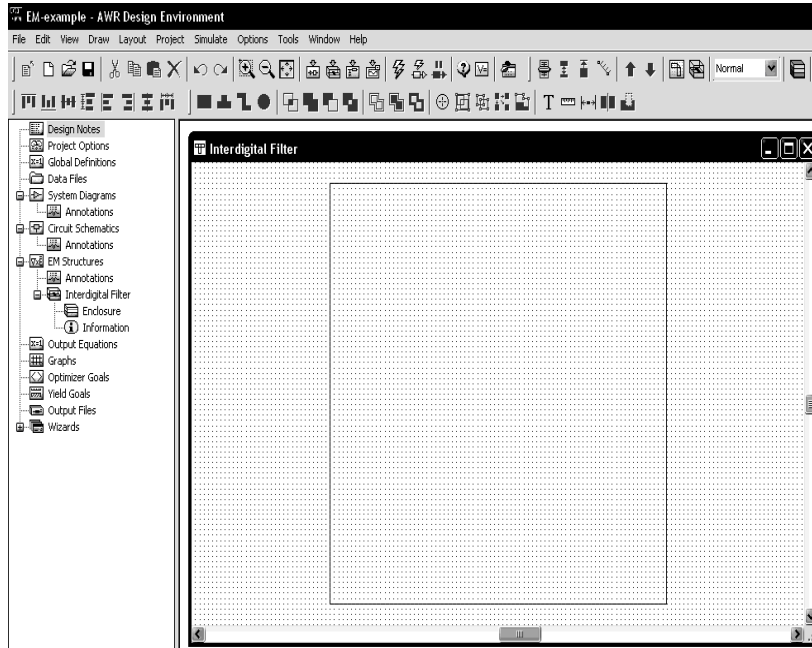

Рис. 5.1
2. Наберите **Interdigital Filter** (Встречноштыревой фильтр) в поле **Enter a name for the EM Structure** (Ввод имени для электромагнитной структуры), отметьте **AWR EMSight Simulator** и нажмите **Create**. На рабочем поле откроется окно электромагнитной структуры (рис. 5.1).
4. Дважды щёлкните левой кнопкой мышки по подгруппе **Enclosure** (Корпус) в дереве стержневого фильтра **Interdigital Filter** (в группе **EM Structures**) в окне просмотра проекта (см. рис. 5.1) или щёлкните левой кнопкой мышки по значку **Substrate Information** (Информация о подложке) на панели инструментов. Откроется диалоговое окно свойств электромагнитной структуры.